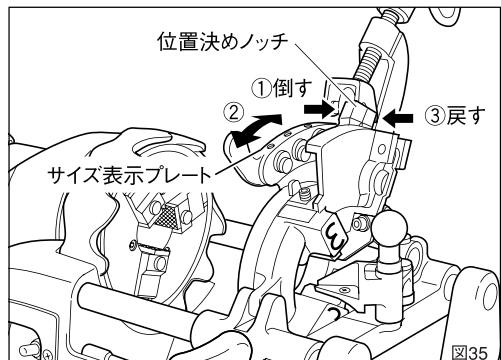

図35
サイズ変更をする場合(図35)
- 位置決めノッチを図35の矢印①の方向に倒す。
- 位置決めノッチを矢印③の方向に倒しながら、ノッチの溝に位置決めピンをはめ込む。